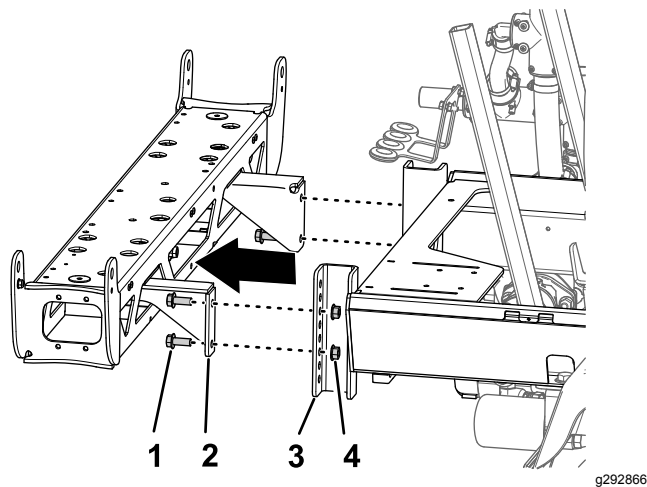

Figure 81
- 3. Retirez les 4 boulons à embase (1/2" x 1¼") et les 4 contre-écrous à embase (1/2") qui fixent les supports de la section de rampe centrale au profilé de montage sur le cadre du pulvérisateur, et déposez la section de rampe centrale de la machine (Figure 81).